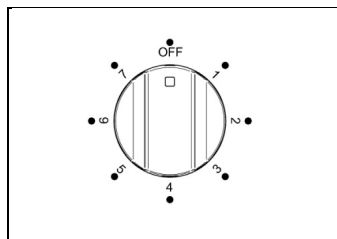

Fig 20A
**2** Ruotare in posizione 7 la manopola di controllo grill (Fig.20A-20B) in senso orario per arrivare al massimo della potenza. La luce rossa del termostato si illuminerà. Per ottenere un miglior risultato è necessario preriscaldare il grill per 3-5 minuti.